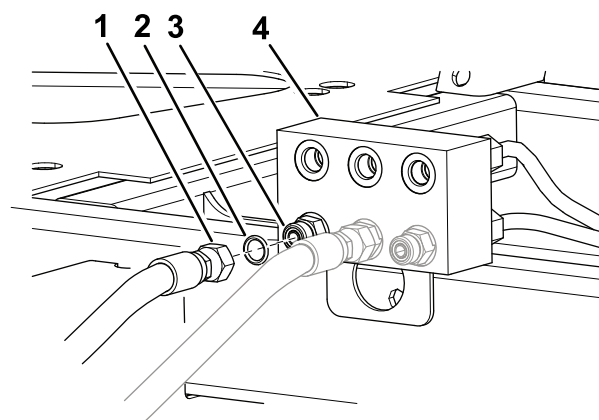

Figure 7
- Placez un bac de vidange sous le collecteur de jonction (Figure 7).
- Débranchez le flexible hydraulique du raccord inférieur gauche sur le collecteur de jonction (Figure 7).